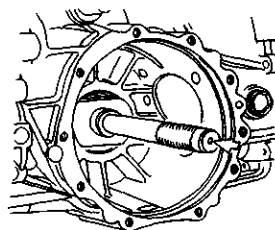

图 3-114 安装调整垫片  $s_2$  和差速器轴承外圈
1) 装上调整垫片  $s_2$  和差速器轴承外圈，如图 3-114 所示。
3) 将轴承的外圈装在变速器壳体上, 同时装上厚度为  $1.2\text{mm}$  的标准(样板)垫片, 见图 3-114 所示。注意: 轴承的外圈应装入到挡块处。